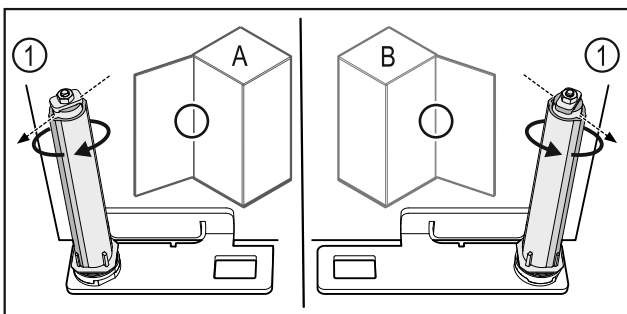

Fig. 56 Μεντεσέδες αριστερά (A) / Μεντεσέδες δεξιά (B)
- Περιστρέψτε το σύστημα κλεισίματος κόντρα στην αντίσταση, μέχρι ο κορμός του συστήματος κλεισίματος Fig. 56 (1) να είναι στραμμένος προς τα έξω.